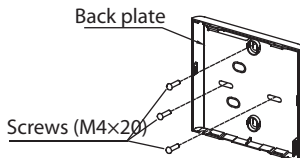

Fig 3-5
- Pour un montage en surface, fixez la plaque arrière au mur avec les 3 vis (M4x20) et les chevilles. (Fig.3-5)